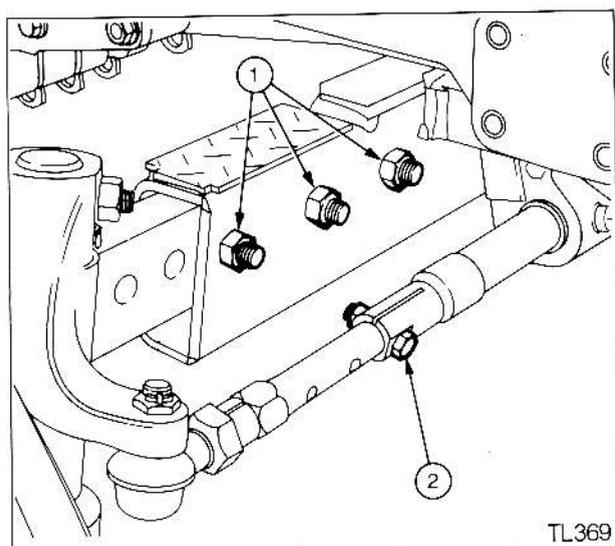

Fig 106
Réglages de voie avant (Fig. 106)
2. Fig. 106. Déposer les boulons et les écrous (1) de chaque côté.
3. Déposer les boulons de barre d'accouplement (2) de chaque côté.
5. Remonter les six boulons et écrous (1) dans les trous correspondants du corps d'essieu, et les boulons des barres d'accouplement de la même façon.